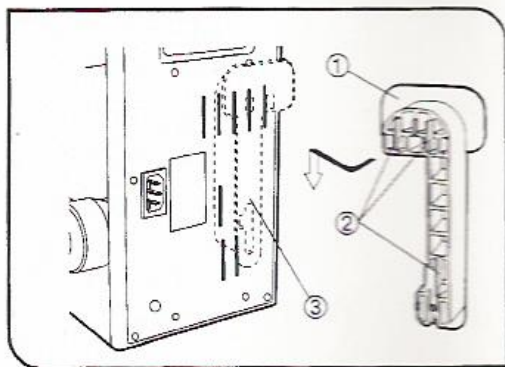

图 7
### (3) 安装可选购的线卡 (CH3-CH) (图 7 和 8)